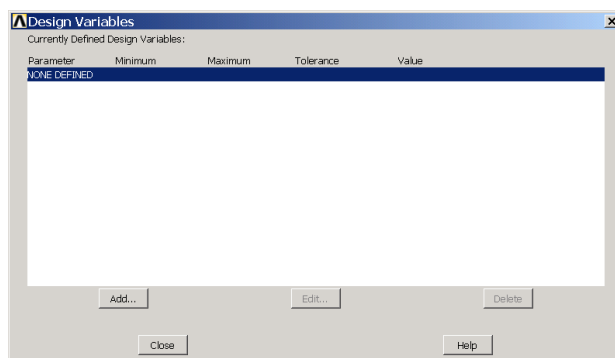

图12.7 设计变量对话框
(1) 单击 Main Menu>Design Opt>Design Variables 菜单，弹出如图 12.7 所示的【Design Variables】对话框。可以看出当然没有定义设计变量。